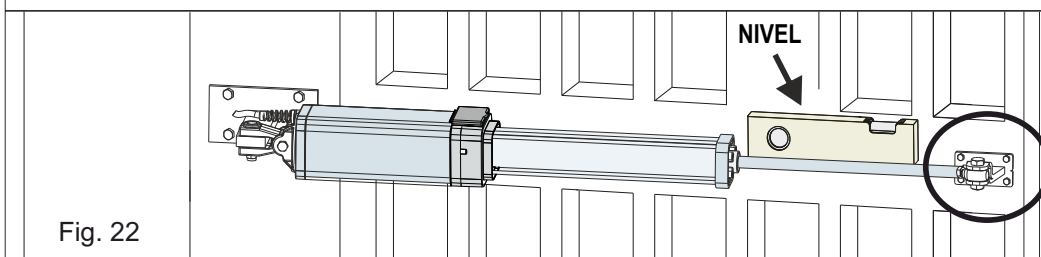
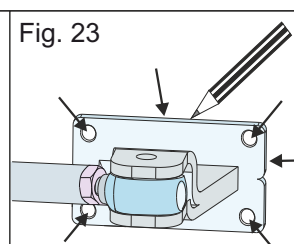

Fig. 22
Fig. 23
- Apoyar el soporte frontal en la cancela y colocar el pistón en el alojamiento del soporte - Fig. 23
- Con la ayuda de un nivel - Fig. 22, **asegúrese que el operador esté en una posición perfectamente horizontal** y luego marque la posición del soporte delantero y de los agujeros - Fig. 23